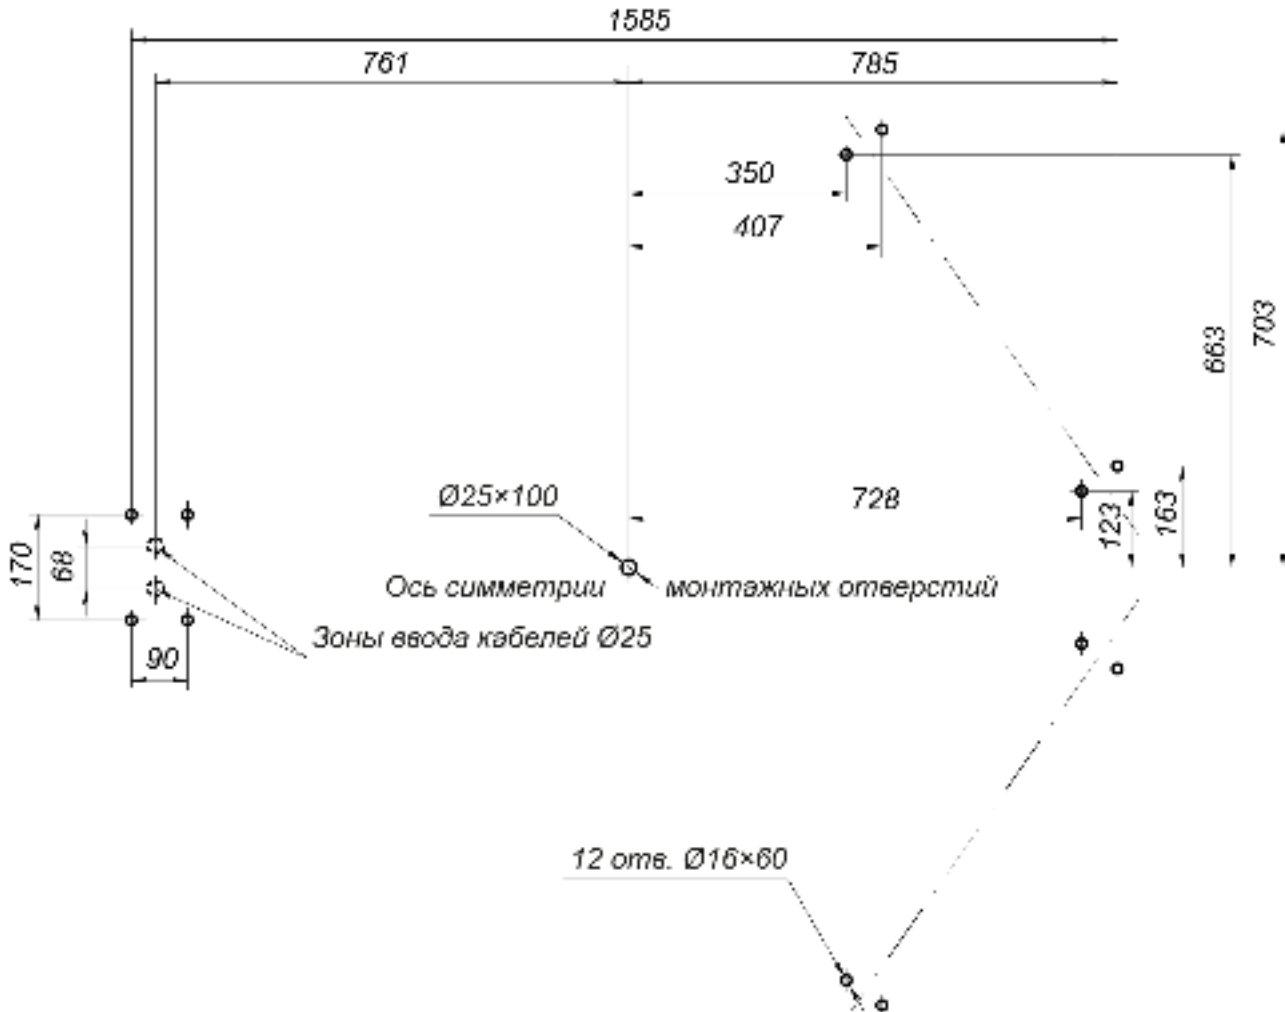

Рисунок 12. Схема разметки для монтажа турникета
1. Произведите монтаж ИП турникета и при необходимости ИП ЛПП на отведенных для них местах и подключите к ним соответственно кабели питания турникета (13) и ЛПП.
3. Выполните на установочной поверхности разметку отверстий для монтажа турникета в соответствии с рис. 12.
- Установите секции (6) формователя прохода на установочную поверхность, ориентируя отверстия в опорных фланцах по расположению анкеров. При этом левая и правая секции должны быть правильно выставлены и сориентированы: блоки индикации формователей должны быть развернуты от оси симметрии (см. рис. 12) и учтено расположение на секциях мест крепления опорной балки (см. рис. 13).
9. Установите балку опорную (7) на секции (6) формователя прохода:
10. Распакуйте стойку с преграждающими планками (5) (ящик №5).
11. Установите стойку с преграждающими планками (5) (работайте вдвоем!):
- Для варианта прокладки кабелей питания и управления через кабельные каналы в установочной поверхности снизу: положите стойку с преграждающими планками (5) на установочную поверхность таким образом, чтобы опорный фланец находился рядом с зоной отверстия А. Затем, используя монтажную проволоку, протяните кабели через нижнее отверстие в преграждающей стойке со стороны фланца вверх по стойке до ее верхнего отверстия. Выпуск кабелей на выходе из верхнего отверстия должен составлять 0,8 - 1,0 м. Временно зафиксируйте концы кабелей на верхней планке преграждающей стойки (к примеру, с помощью липкой ленты).
- Установите стойку с преграждающими планками на отверстия с анкерами в установочной поверхности по оси симметрии, при этом фланец должен встать на зону А, а место нижнего узла вращения (3) – на отверстие с анкером М16 (см. рис. 12).